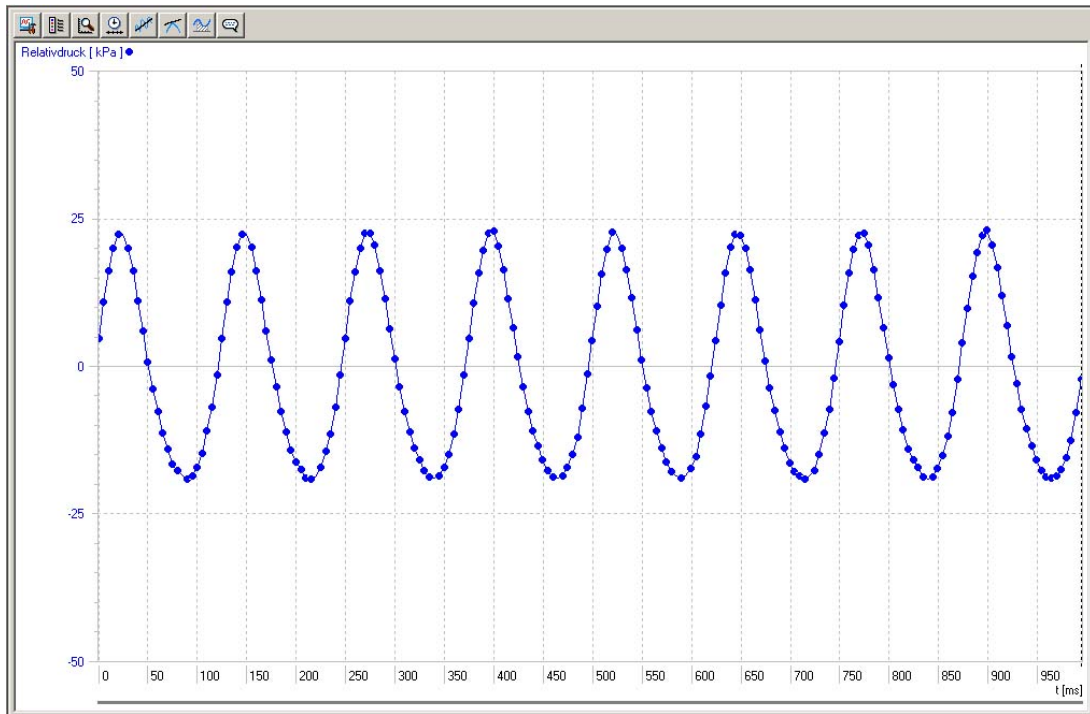

Fig. 2 Druckverlauf im Stirling-Motor U10050
- Messkurve auswerten (Fig. 2).